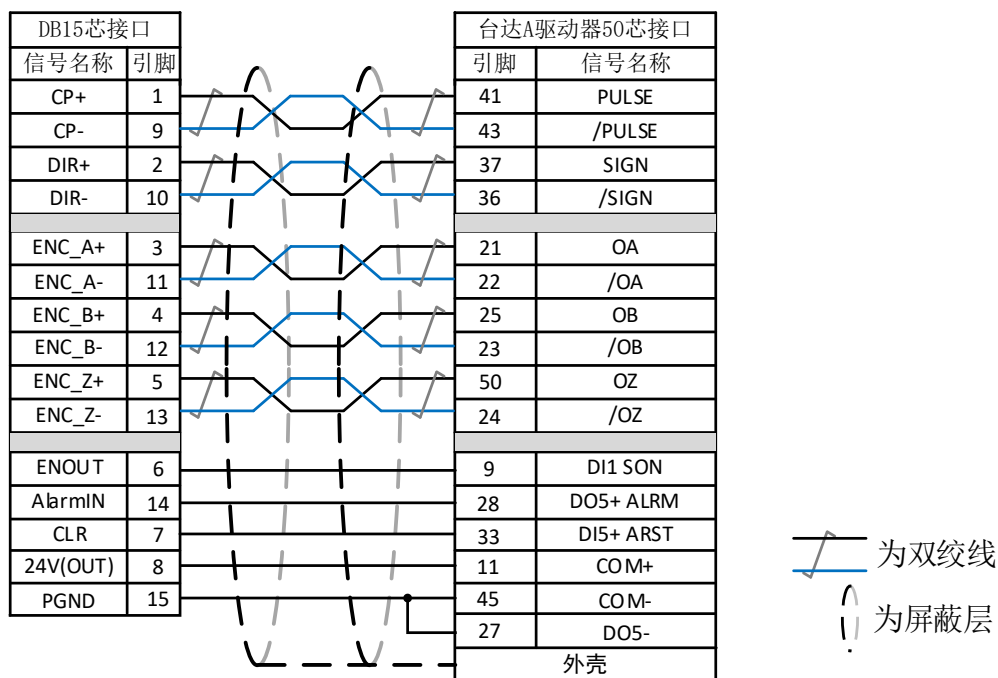
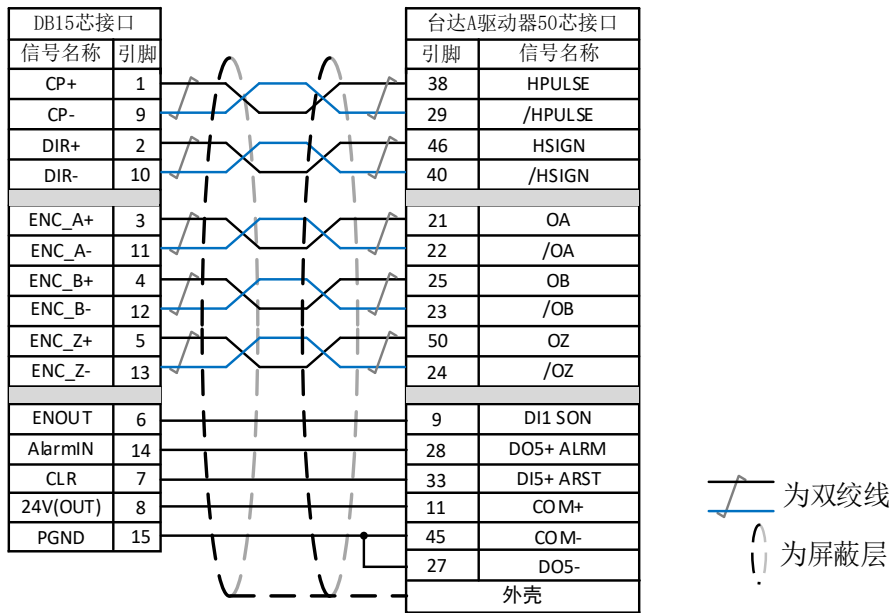

图 2.7 台达 A 系列低速脉冲接线示意图
图 2.8 台达 A+系列高速脉冲接线示意图
2.1.3.4 台达 A 系列接线如图 2.7 和图 2.8 所示